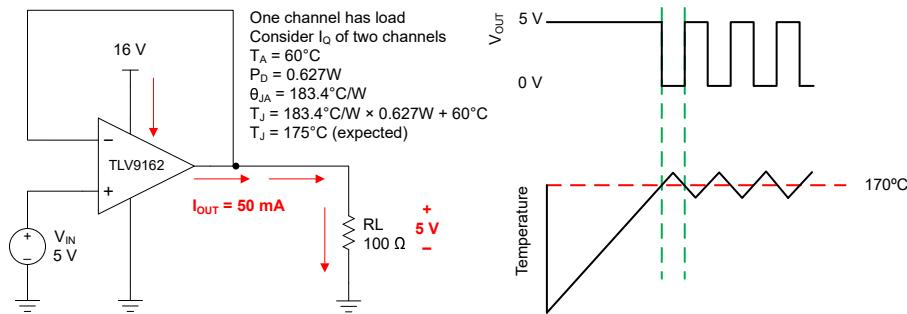

図 6-4. 過熱保護動作
あらゆるアンプは、内部消費電力によって内部(接合部)の温度が上昇します。この現象を「自己発熱」と呼びます。TLV916x の絶対最大接合部温度は 150°C です。この温度を超えると、デバイスが損傷します。TLV916x には過熱保護機能があり、自己発熱による損傷を低減できます。この保護機能はデバイスの温度を監視し、温度が 170°C を超えるとオペアンプの出力ドライブをオフにします。TLV9162 の消費電力 (0.627W) のために自己発熱が大きくなるアプリケーションの例を、図 6-4 に示します。この例では、どちらのチャネルも静止消費電力を持ち、一方のチャネルには大きな負荷があります。熱に関する計算から、周囲温度が 60°C の場合、デバイスの接合部温度は 175°C に達することが示されます。しかし、実際のデバイスでは出力ドライブがオフになるので、接合部の温度は安全域に回復します。過熱保護時の回路の動作を、図 6-4 に示します。通常の動作では、デバイスはバッファとして動作し、出力は 5V になります。自己発熱によりデバイスの接合部温度が内部制限値を超えた場合、過熱保護機能によって出力が強制的に高インピーダンス状態になり、出力は抵抗  $R_L$  によってグランドにプルダウンされます。過剰な消費電力を引き起こした条件が解消されない場合、出力の障害が修正されるまで、アンプはシャットダウン状態とイネーブル状態をいったりきたりします。熱性能は、選択したパッケージと PCB レイアウト設計によって大きく異なる場合があることに注意してください。この例では、TSSOP (8) パッケージの熱性能を使用しています。